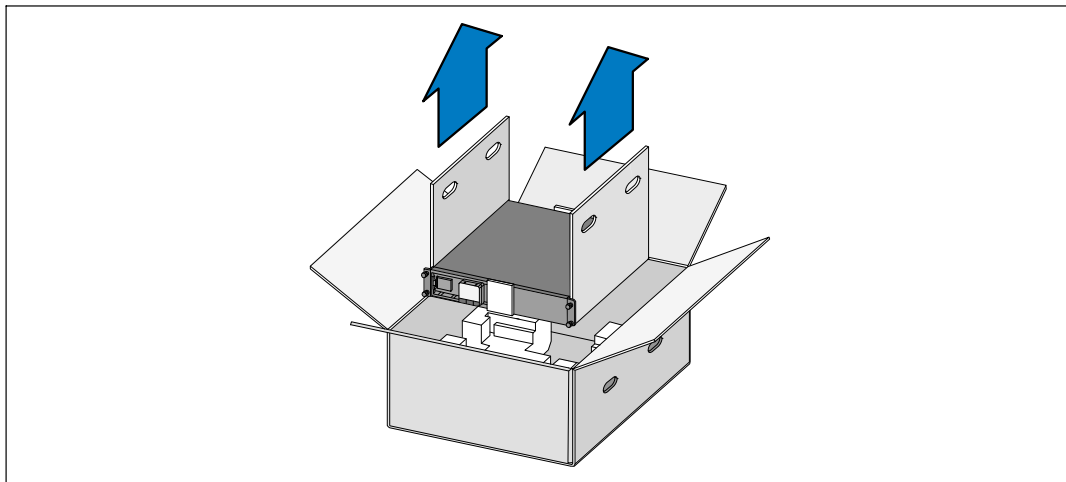

图 3. 举起机箱
- 2 一人一边使用纸板上的手柄小心将机箱从外面的纸箱中取出，并放到平坦、稳定的平面上（参见图 3）。